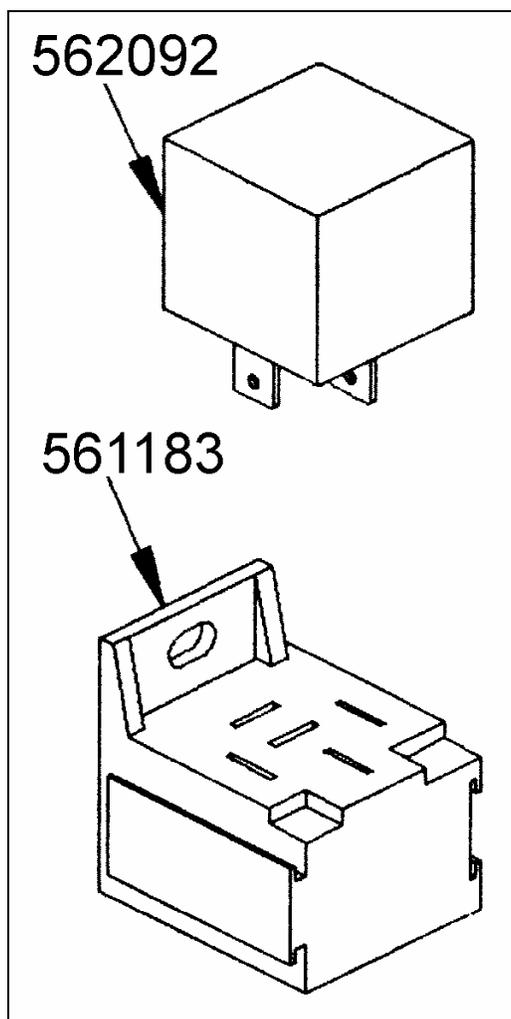

FIGURE 3 : RELAIS ET BASE DE RELAIS
5. Installer le mini relais (562092) dans la boîte de jonction avant (Voir la figure 3).